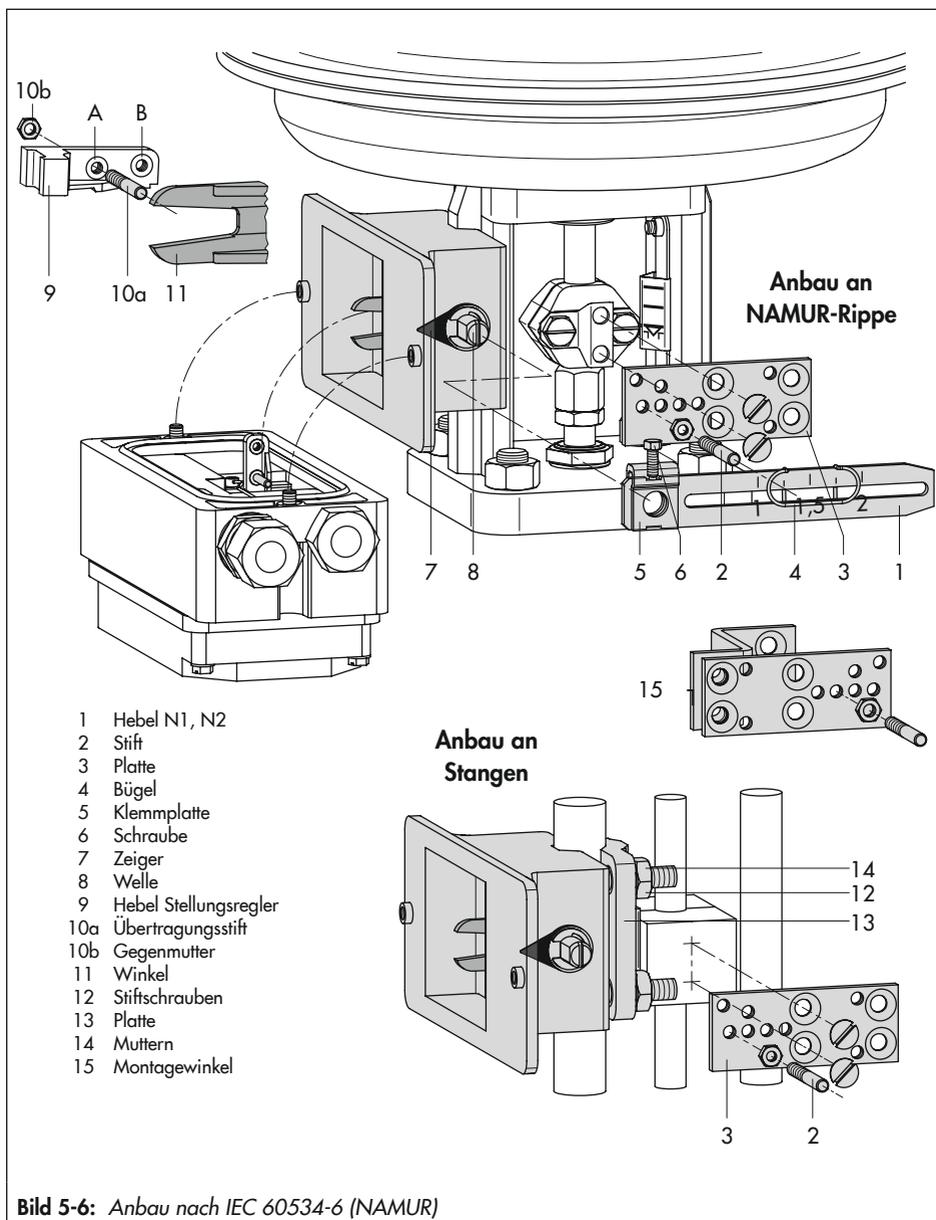

Bild 5-6: Anbau nach IEC 60534-6 (NAMUR)
Der Anbau erfolgt über ein Adaptergehäuse (Bild 5-6). Dabei wird der Hub des Stellventils über den Hebel (1) und die Welle (8) auf den Winkel (11) des Adaptergehäuses übertragen und auf den Übertragungsstift (10a) am Hebel des Stellungsreglers weitergeleitet.
➔ Vgl. Bild 5-6
2. Welle (8) im Adaptergehäuse so verstellen, dass der schwarze Zeiger (7) mit der Gussmarkierung des Adaptergehäuses übereinstimmt.
3. In dieser Position Klemmplatte (5) mit Schraube (6) festziehen.
4. Übertragungsstift (10a) auf der Seite der Einpressmutter am Stellungsreglerhebel einschrauben und mit Sechskantmutter auf der Gegenseite sichern, dabei die Einbauposition **A** oder **B** nach Tabelle 5-1 und Bild 5-6 beachten.